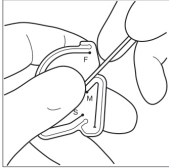
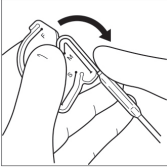

Figura 10: Início da curvatura maxilar
Figura 11: Fim da curvatura maxilar
- *Curvatura Maxilar com a Ferramenta de Curvatura:* antes de dar forma à curvatura maxilar, o aparelho deve estar quase direito, conforme indicado para a Curvatura Esfenoidal. Com a Ferramenta de Curvatura numa mão, posicione a extremidade com a bola no suporte da ferramenta de curvatura (Figura 10). Coloque um dedo aproximadamente na marca de 2 cm na ponta de sucção e utilize o mesmo dedo para formar a Curvatura Maxilar (Figura 11).